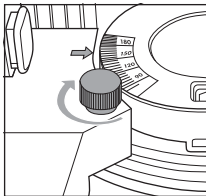

Fig. 5
- ◆ Apriete la tuerca de bloqueo **6**. Las flechas de los brazos móviles **1** muestran el ángulo medido en la escala (consulte la fig. 5).